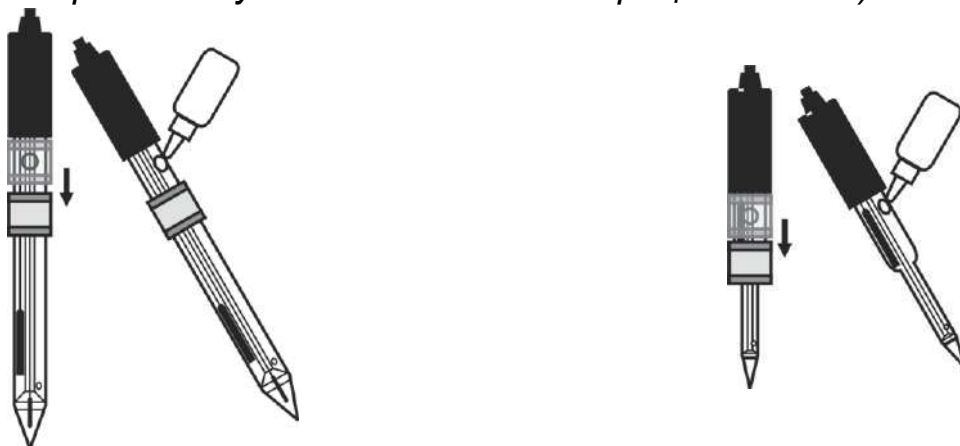

Рис. 1.
**4.3** Сдвинуть вниз защитный пояс, закрывающий заливочное отверстие. Заполнить\* электрод электролитом из флакона, входящего в комплект поставки, до уровня заливочного отверстия (рис. 1).